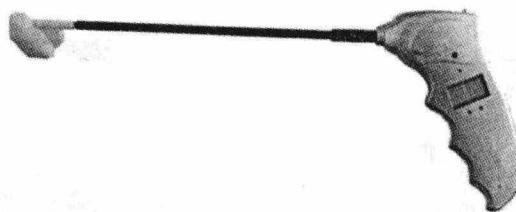

图 1-7 点火系统快速测试仪
(4) 几种方便快捷的诊断仪器 几种常见的诊断仪器如图 1-7、图 1-8、图 1-9 和图 1-10 所示。